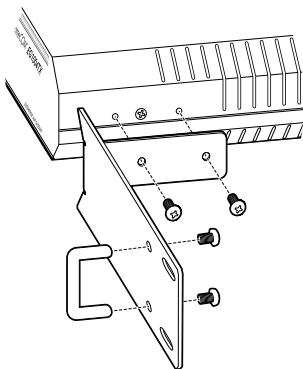

図 2.2.1 ブラケットの取り付け
- 3 ブラケットに付属のネジを使用し、図2.2.1のようにブラケットと取っ手を本製品の両側面に取り付けます。詳しくはラックマウントキットに付属の取扱説明書をご覧ください。